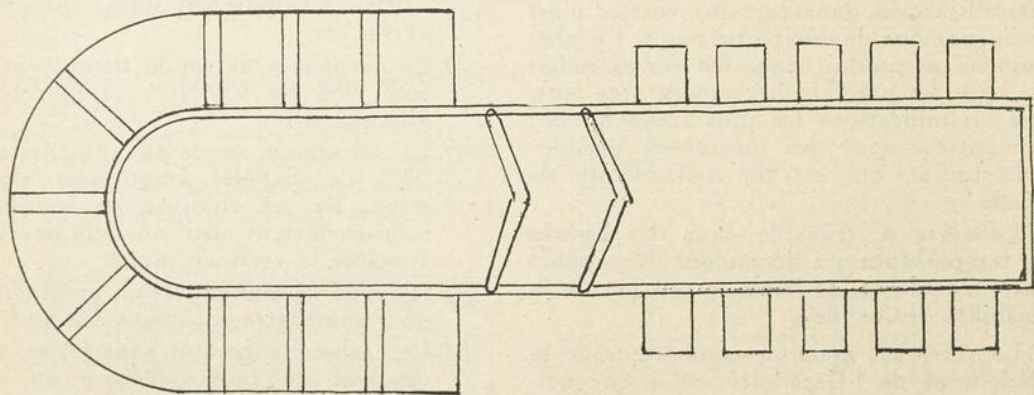

Fig. 3
De nos jours, on emploie des fours continus dits **fours à bassin**. Ce sont des fours à gaz et à chaleur récupérée (coupe fig. 2). Le gaz est fourni par des gazogènes. Les régénérateurs sont du système Siemens-Martin. Le principe en est simple: à chaque côté du four, sur toute la longueur de celui-ci, sont disposées deux chambres, l'une pour le gaz (G) et l'autre pour l'air (A). Ces chambres renferment des empilages de briques réfractaires: tas de briques en chicanes placées de champ les unes au-dessus des autres, de façon à fournir une surface de contact maximum avec le gaz ou avec l'air. De place en place, des ouvertures dans les voûtes amènent les gaz dans les carneaux des brûleurs (C). Les ouvertures des brûleurs dans le four sont, de part et d'autre, placées exactement l'une en face de l'autre. La combustion se faisant d'un côté, les gaz brûlés traversent les chambres situées de l'autre côté et y échauffent les briques en abandonnant leur chaleur restante. De demi-heure en demi-heure, on inverse le courant gazeux au moyen de vannes. De cette façon, le gaz et l'air s'échauffent au contact des chambres portées et maintenues constamment à une température voisine de 1100°C . Les dimensions de ces fours sont variables (fig. 3). Ils peuvent atteindre jusque 30 m. de long. et 6 m. de large.